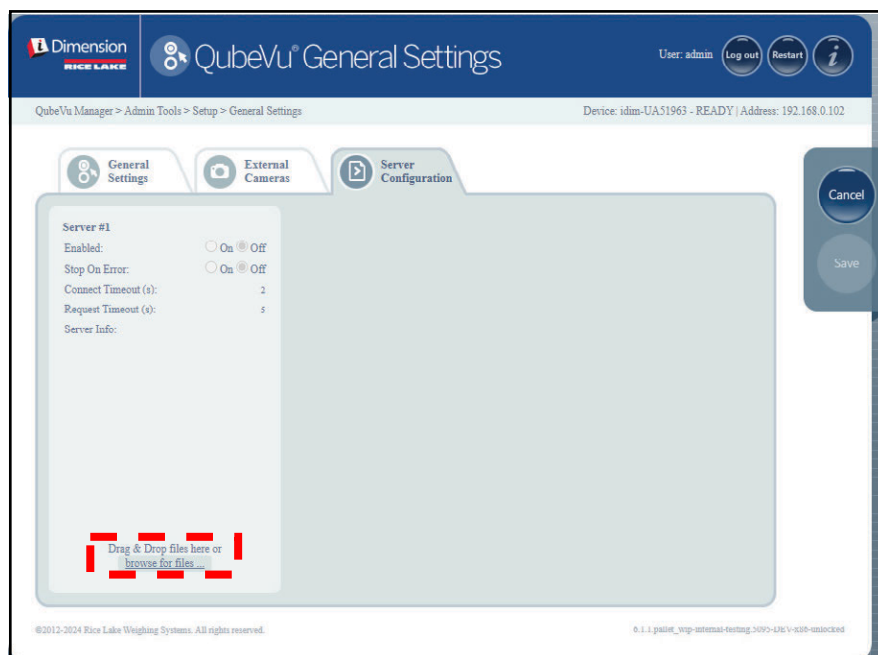

Figura 5-10. Pestaña Configuración del servidor
- Seleccione **browse for files...** (buscar archivos...) para elegir el archivo de configuración del servidor (véase la Figura 5-10 en la página 30).